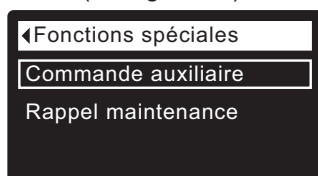

FIG. 85
1. À partir d'un écran d'état dynamique, appuyez sur le sélecteur (O) pour afficher le **Menu principal**.
3. Appuyez sur le sélecteur (O) pour afficher le menu des fonctions avancées.
5. Appuyez sur le sélecteur (O) pour afficher le menu des fonctions spéciales (cf. Figure 85).
9. Appuyez sur le sélecteur (O) : l'afficheur revient au menu des fonctions spéciales (cf. Figure 85).
5. Appuyez sur le sélecteur (O) pour afficher le menu des Fonctions spéciales (cf. Figure 85).
9. Appuyez sur le sélecteur (O) : l'afficheur revient au menu des Fonctions spéciales (cf. Figure 85).